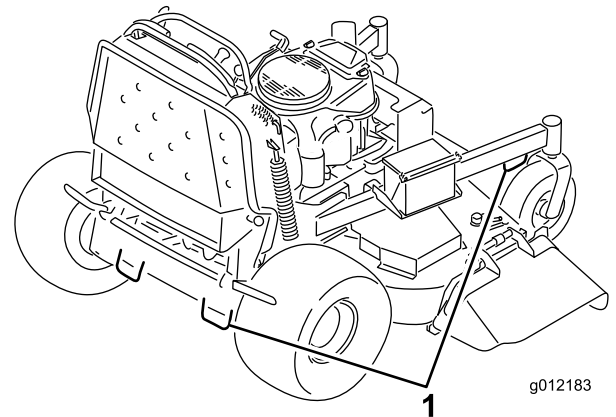

Figura 30
7. Amarre la máquina junto a las ruedas giratorias delanteras y el guardabarros trasero con correas, cadenas, cables o cuerdas (Figura 30). Consulte la normativa local respecto a los requisitos de amarre.